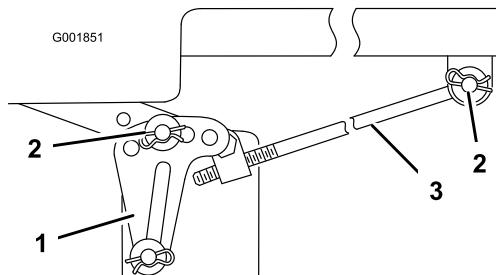

Figure 49
Remarque: Avant de déposer le plateau de coupe, notez les trous de fixation des pattes de mise à niveau (Figure 49).
5. Retirez la goupille fendue et la rondelle de la tige de réglage (Figure 49) de chaque côté du plateau de coupe.
6. Retirez la goupille fendue et la rondelle des pattes de mise à niveau (Figure 49) de chaque côté du plateau de coupe. Notez le trou de montage de la patte de mise à niveau en prévision de la repose. Dégagiez les pattes de l'axe de montage
- Fixez la tige de réglage à la machine à l'aide de la rondelle et de la goupille fendue (Figure 49) de chaque côté du plateau de coupe.
- Glissez les pattes de mise à niveau sur les axes de montage et fixez-les à l'aide des rondelles et des goupilles fendues (Figure 49).